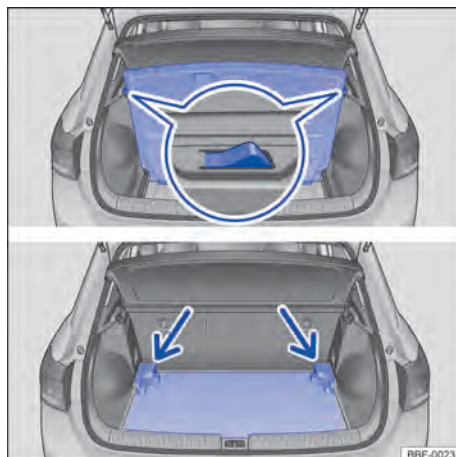

Fig. 140 No compartimento de bagagem: ajustar a altura do assoalho do compartimento de bagagem.
- Levantar o assoalho do compartimento de bagagem e puxar para trás tirando dos guias nos lados do compartimento de bagagem → Fig. 140 [A].
- Levantar o assoalho do compartimento de bagagem e empurrar para baixo para a guia → Fig. 140 [B] (setas).